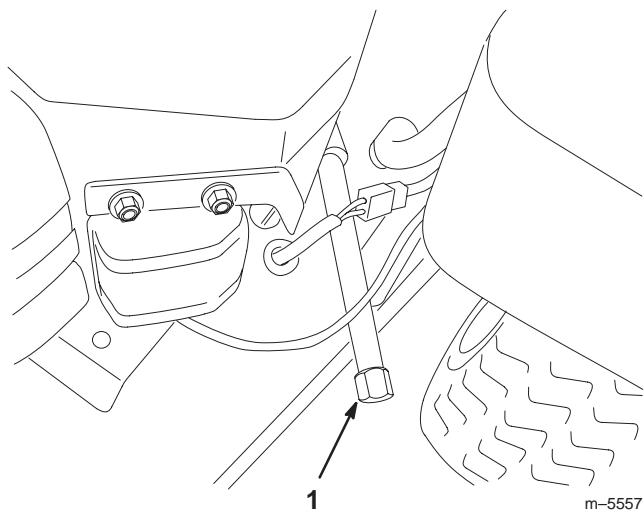

Bild 16
3. Stellen Sie ein Auffanggefäß unter die Verschluss schraube. Entfernen Sie die Verschluss schraube (Bild 16).